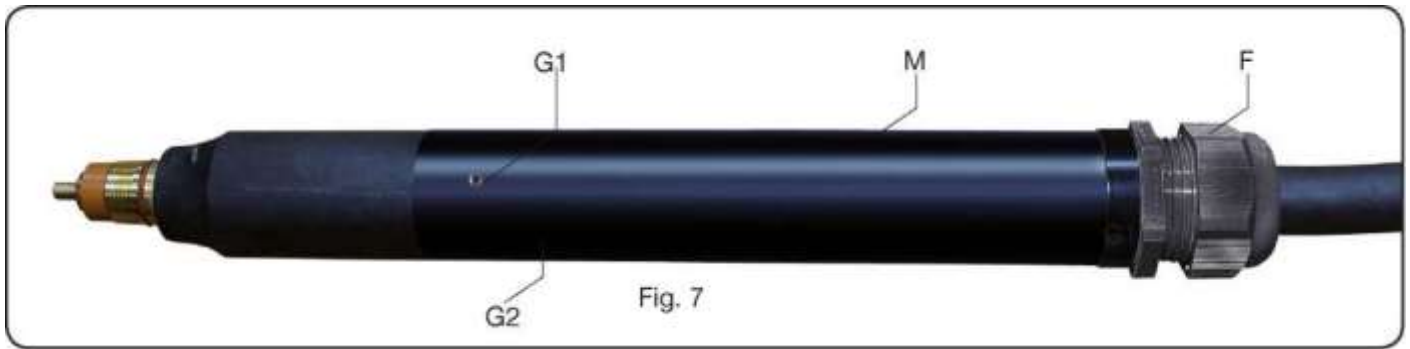

Fig. 7
- Отвинтите кабельный ввод **F** Рис.7;
- Снимите кабельный ввод **F** Рис.7.